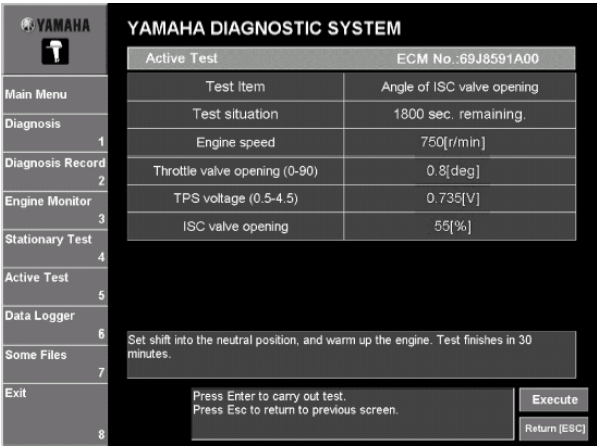

Рис. 105
- 2. Щелкнуть по **Выполнить(Execute)** или нажать клавишу Enter клавиатуры. (Рис. 105)